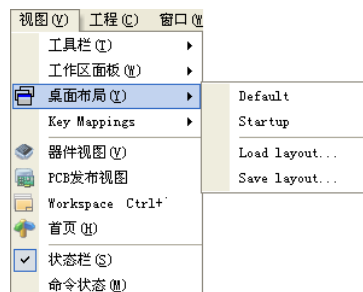

图 1-12 “桌面布局”命令子菜单
- （3）“桌面布局”命令：用于控制桌面的显示布局，其子菜单如图 1-12 所示。